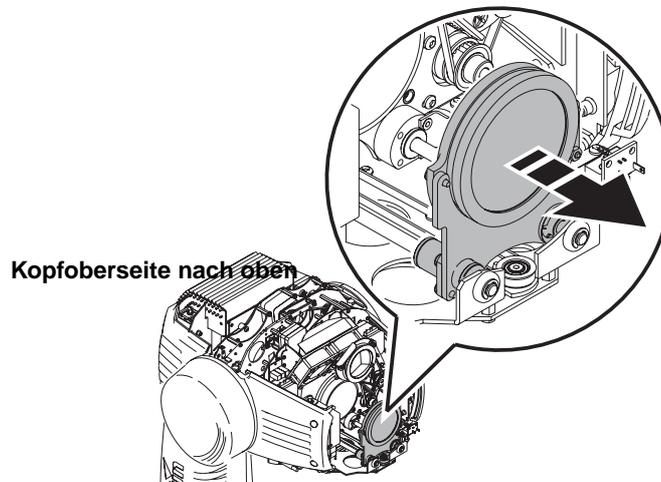

Bild 15: Verschieben des Zoom-Objektivs nach vorne
4. Verriegeln Sie den Kopf mit der Oberseite nach oben. Halten Sie das Zoom-Objektiv an seiner Basis und schieben Sie das Objektiv bis zum Anschlag ganz nach vorne (Bild 15).